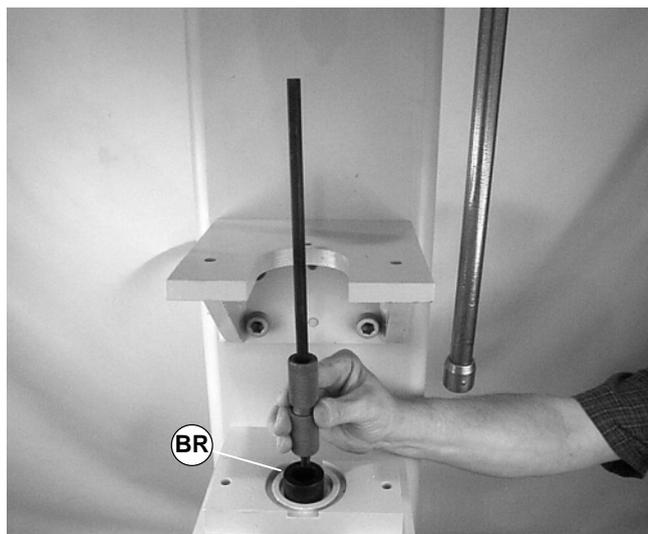

Abbildung 48
4. Den Lageramboß / das Lagerausbauwerkzeug so ausrichten (Teilnr. 25-09☆) (BR siehe Abbildung 48), daß die Vertiefung nach oben zeigt. Die Antriebsrolle auf das Werkzeug legen.